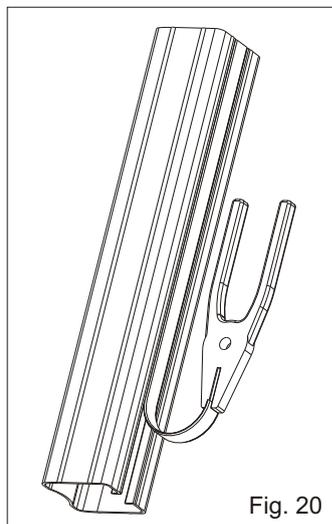

Fig. 20
2.10. Enlever la bande du couvre-tige (Fig.20) et le monter sur le moteur avec les deux tirants sans serrer trop fort les deux écrous de fixation couvre-tige (Fig.21).